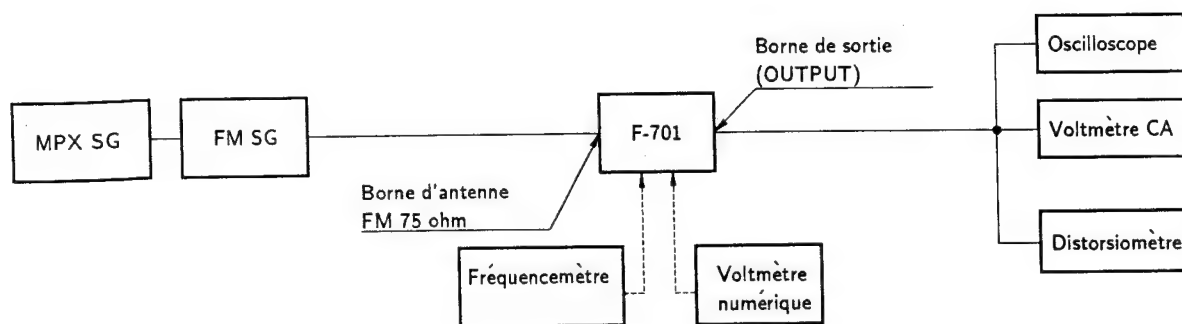

Fig. 1 Connexion du tuner FM
- Conecte como lo indica la Fig. 1.